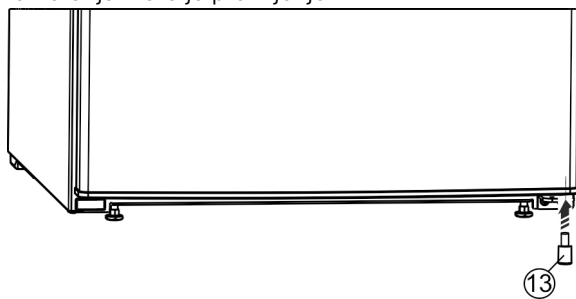

Fig. 27*
- Razmačnik Fig. 27 (13) ponovno umetnite desno dolje u vrata jer je on važan za stabilnost uređaja*